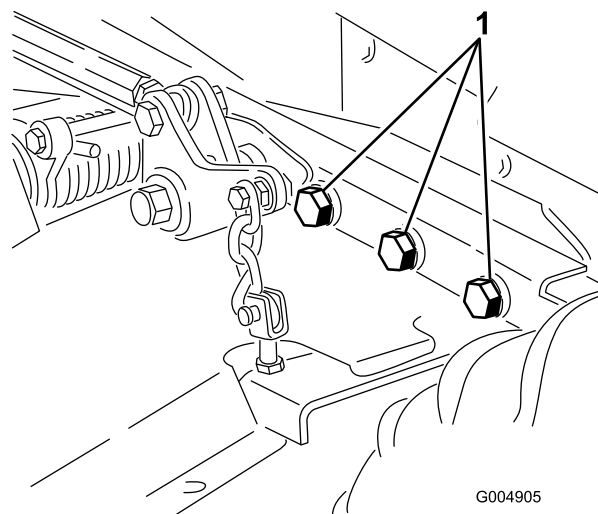

図 81
4. ボルトナット類にゆるみながいか点検し、必要な締め付けを行う。ボルトナット類にゆるみながいか点検し、必要な締め付けを行う。特に、芝刈りデッキのフレームをトラクションユニットに固定している6本のボルト(図 81)は265 ft.-lb (359 Nm=36.6 kg.m) にトルク締めする。